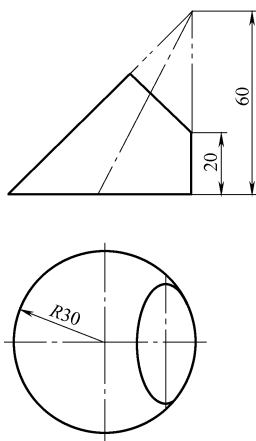

图 1-15
6. 用放射线法展开图 1-15 所示的斜截直角圆锥侧表面。